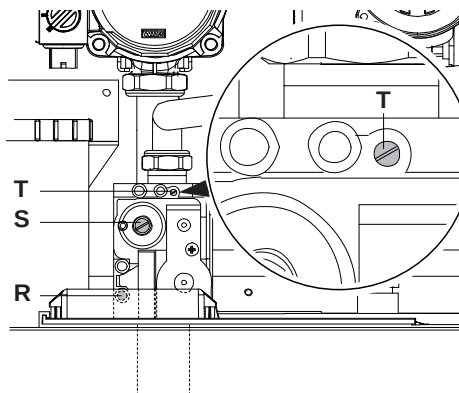
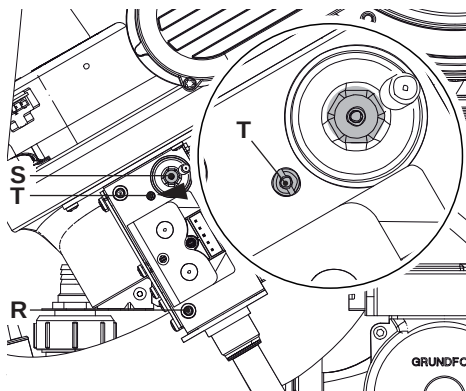

Fig. 7.7
Fig. 7.8
- Compare el valor de CO₂ indicado por el analizador con el de las tablas CO₂ con Q.min. incluidas en la sección "Datos técnicos Mare 55" pág. 22 y sección "Datos técnicos Mare 95" pág. 24. Para calibrar el CO₂ de la caldera (presión del gas en el quemador) desenrosque el tapón de latón (S) y regule el tornillo Allen Ø 4 mm (Fig. 7.7 y Fig. 7.8; girando en el sentido de las agujas del reloj, el valor de CO₂ aumenta).
- Si los dos datos no coinciden, intervenga en el tornillo de regulación máxima (T) (Fig. 7.7) de la válvula de gas y calibre el CO₂ al valor indicado en las tablas de la sección "Datos técnicos Mare 55" pág. 22 y en la sección "Datos técnicos Mare 95" pág. 24 (girando en sentido contrario al de las agujas del reloj, el valor de CO₂ disminuye).